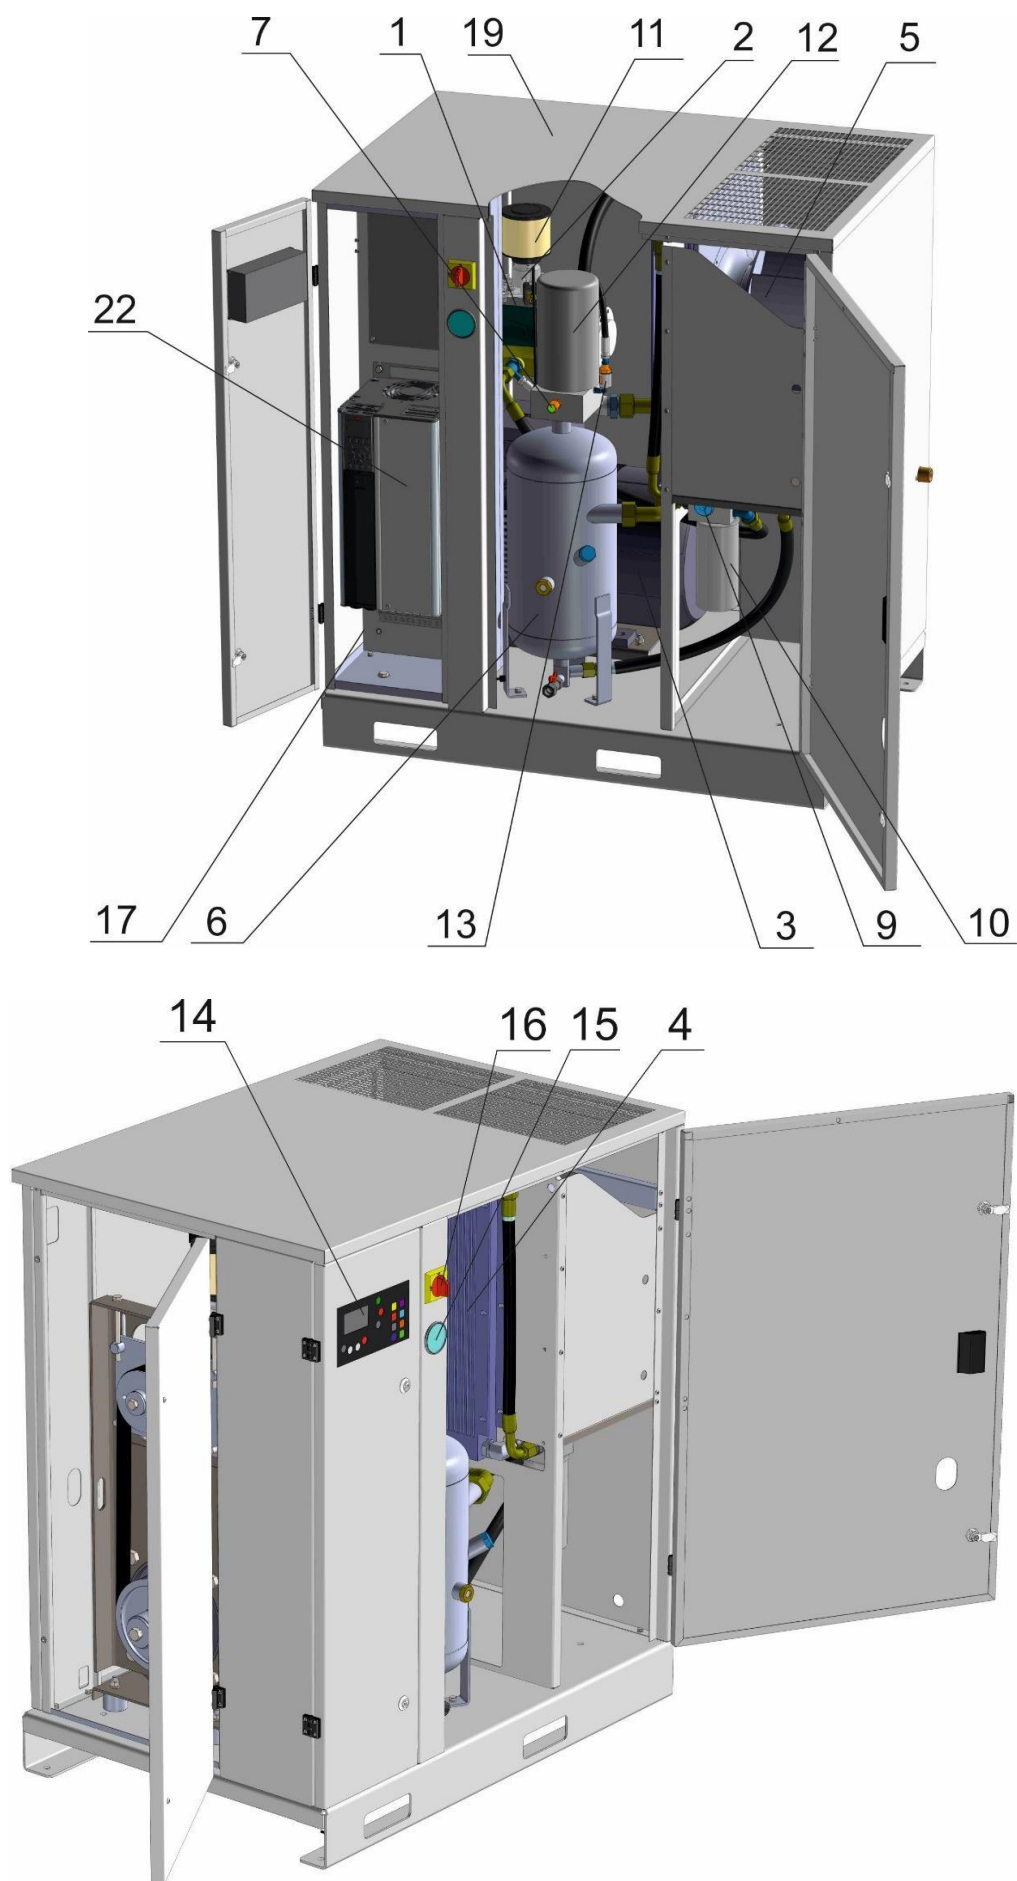

Рисунок 1 – Общий вид компрессорной установки ВК25-...(BC), 30-...(BC)
**1 – Винтовой блок** предназначен для выработки сжатого воздуха (см. рисунок 1). В корпусе винтового блока расположены: винтовая группа, пропускные каналы для воздуха и масла, присоединительные фланцы.
**2 – Клапан всасывающий** (см. рисунок 1) воздушный выполняет функцию подачи воздуха в камеру сжатия и предотвращения выброса наружу сжатого воздуха и масла в момент останова установки, при любом давлении подачи сжатого воздуха. Переключение клапана всасывающего в режим "ЗАГРУЗКА" или "ХОЛОСТОЙ ХОД" осуществляется при помощи клапана электромагнитного, который управляется программируемым контроллером от сигнала датчика давления.
**3 – Электродвигатель** (см. рисунок 1) предназначен для привода винтового блока.
**4 – Воздушно-масляный радиатор** (см. рисунок 1) двухсекционный, комбинированный, выполняет функции охлаждения масла и предварительного охлаждения воздуха на выходе из установки. Радиатор охлаждается проходящим через него потоком воздуха, который нагнетается вентилятором, установленным на втором конце вала электродвигателя привода установки.
**6 – Маслоборник** (см. рисунок 1) выполняет следующие функции:
**7 – Клапан предохранительный** (см. рисунок 1 или 2 или 3) пневматический осуществляет защиту корпуса маслоборника и корпуса ресивера воздушного от превышения давления, по при-
**8 – Клапан минимального давления** (см. рисунок 1), установленный на линии нагнетания, предназначен для поддержания минимального давления в пределах 0,2...0,4 МПа внутри установки до тех пор, пока давление в распределительной сети не уравнивается с давлением внутри установки. Одновременно этот клапан выполняет функцию обратного клапана, блокируя установку от распределительной сети во время ее останова или работы на холостом ходу.
**9 – Термостат** (см. рисунок 1) состоит из запорного плунжера и термочувствительного глицеринового элемента, изменяющего направление потока масла в зависимости от температуры и смонтирован в корпусе, на котором также установлен фильтр масляный.
**10 – Фильтр масляный** (см. рисунок 1) неразборный изготовлен в металлическом корпусе. Он расположен в контуре смазки и предотвращает попадание твердых частиц на рабочие поверхности винтов и подшипников. Его замена необходима после выработки часов, указанных в разделе – "ТО", а частота замены напрямую зависит от технического обслуживания воздушного фильтра и от качества масла.
**11 – Фильтр воздушный** (см. рисунок 1) впускной открытого типа. Функция воздушного фильтра - предотвращение попадания загрязняющих частиц в зону винтовой группы и систему смазки. Некачественное обслуживание воздушного фильтра приводит к уменьшению срока службы блока винтового.
**12 – Фильтр-маслоотделитель (сепаратор)** (см. рисунок 1) завершает операцию отделения масла от сжатого воздуха и обеспечивает остаточное содержание масла в сжатом воздухе не более 3 мг/м3. Пропускная способность фильтра-маслоотделителя зависит от качества масла и его рабочей температуры.
**13 – Визуализатор возврата масла** (см. рисунок 1) предназначен для визуальной оценки количества масла на возврате из фильтра-маслоотделителя. Масло, отделенное фильтром-маслоотделителем, возвращается в систему смазки установки. Визуализатор позволяет проверить эффективность работы фильтра-маслоотделителя и системы сепарации.
**14 - электронный контроллер** (см. рисунок 1) предназначен для управления и контроля работы компрессорной установки (руководство пользователя контроллера приведено в приложении В);
**15 - выключатель вводной** (см. рисунок 1) предназначен для подключения компрессорной установки к электрической сети, аварийного отключения ее.
**16 - манометр воздушный** – (см. рисунок 1) индикатор-прибор прямого действия, предназначен для контроля давления воздуха на выходе компрессорной установки и отсутствия избыточного давления в сети при выключенном компрессоре.
**17 – Шкаф с электроаппаратурой** (см. рисунок 1) представляет собой короб закрытого типа с установленной платой, на которой смонтирована пуско-регулирующая аппаратура и устройства защиты.
**19 – Корпус шумозащищенного исполнения** (см. рисунок 1) служит для снижения уровня шума от установки в рабочей зоне.
**22 – Частотный преобразователь** (см. рисунок 1) предназначен для снижения потребления электроэнергии за счет изменения частоты вращения электродвигателя при изменении потребления сжатого воздуха.